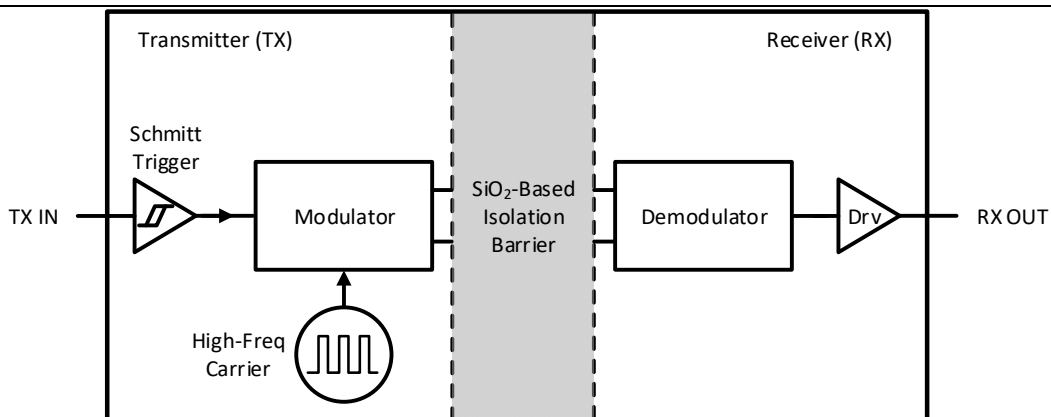
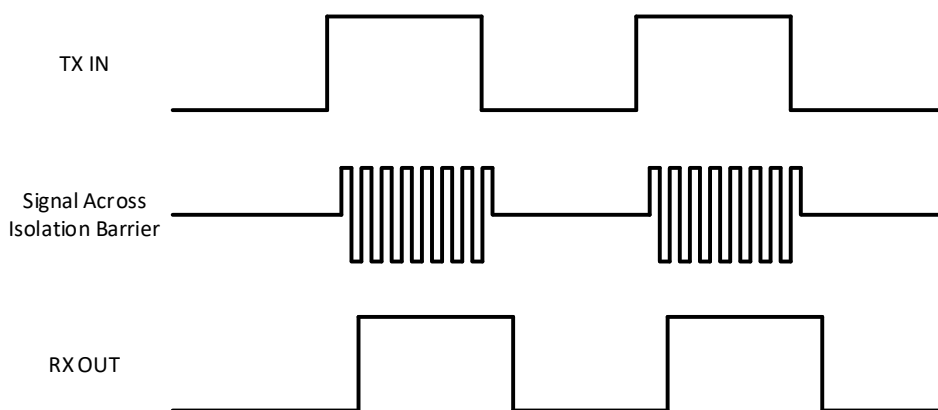

图 8-2 隔离通道的框图
图 8-3 OOK 调制方案的工作波形示意图
CA-IS1305x 器件通过使用简单的开关键控 (OOK) 调制方案在基于二氧化硅的隔离层之间传输数字位流。该隔离层支持高低压域之间高达 5 kV_{RMS} 的电气隔离。隔离通道的框图如图 8-2 所示。如图 8-3 所示，当数字位流为高电平时，发射机 (TX) 通过高频载波对其进行调制，当数字位流为低电平时则不调制。接收机 (RX) 解调通过隔离层的信号并将其准确地恢复成数字位流。隔离通道采用全差分电容耦合架构，对共模瞬态噪声不敏感，因此可以最大化 CMTI 性能。该结构和相关电路同时提供低辐射和高磁场抗扰度。